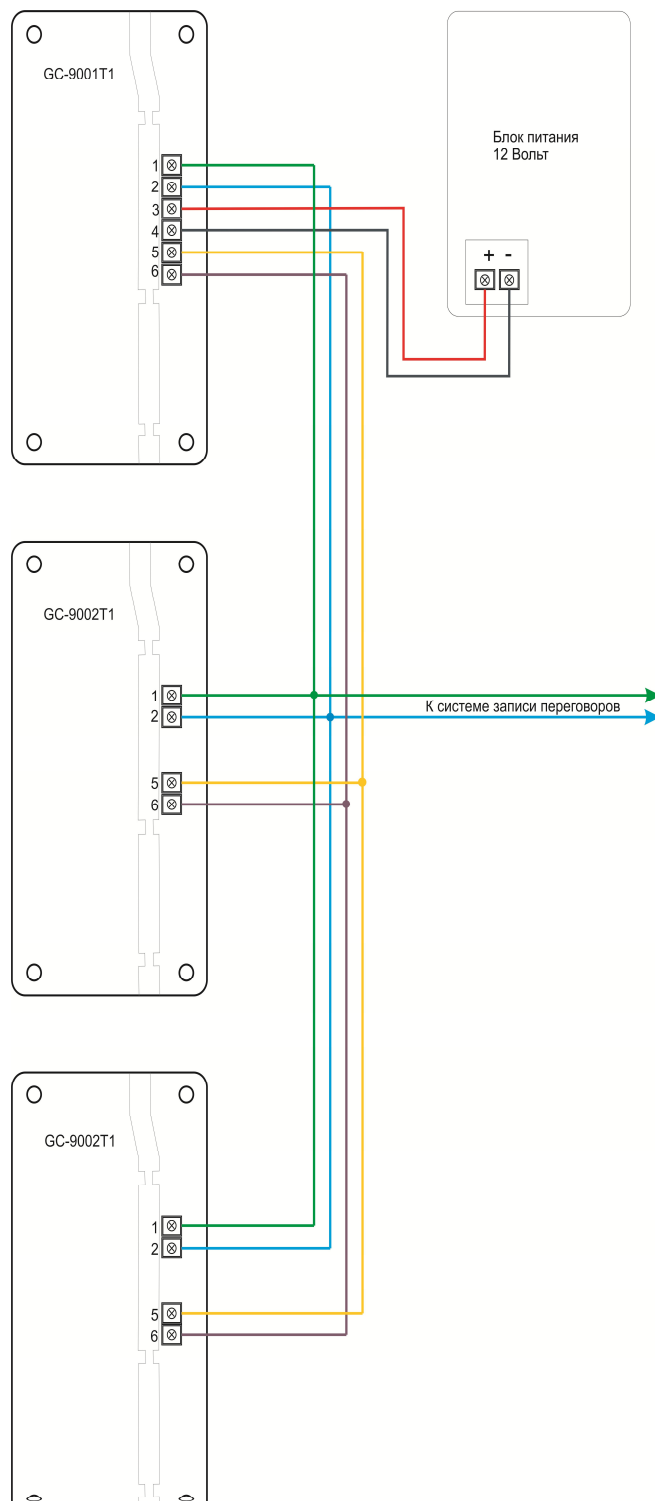

Рисунок 6.1. Схема соединения телефонных трубок
- Подсоединить провода к телефонным трубкам и блоку питания, а также к системе записи переговоров (при наличии) (см. рис.6.1 и таблицу 6.1).